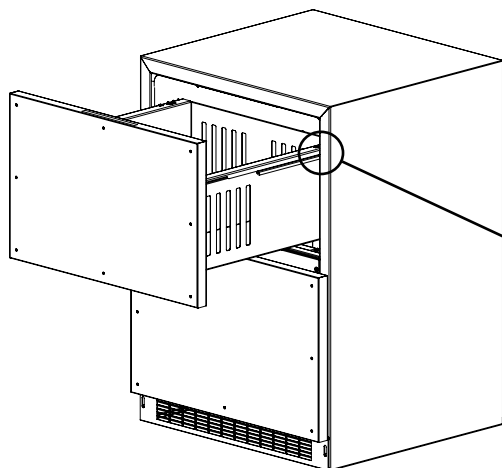
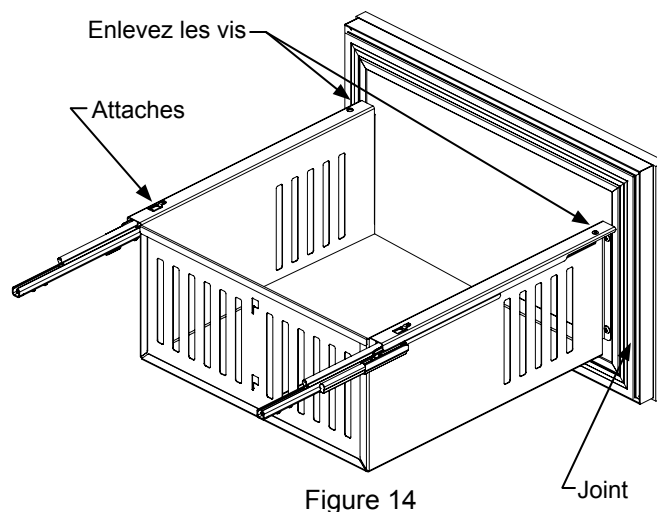

Figure 13
Figure 14
1. Commencez par tirer le tiroir du haut (Voyez la Figure 13). Enlevez les vis fixant le tiroir aux glissières (Voyez la Figure 14). Tirez le tiroir vers l'avant, faites-le pivoter vers le haut en le sortant pour dégager les attaches à l'arrière du tiroir. Déplacez le tiroir vers l'avant d'environ 1" (2,5 cm) et posez-le sur les glissières. À l'angle arrière droit du tiroir débranchez le faisceau de fils d'éclairage (Voyez la Figure 13a). Sortez le tiroir du meuble en le soulevant hors des glissières. Recommencez la séquence pour le tiroir du bas en omettant les instructions sur le faisceau car il n'en comporte pas.
2. Retirez le séparateur de tiroir du tiroir du haut et enlevez le joint de l'avant du tiroir. (Voyez la Figure 14). Pour cela sortez-le du canal qui le retient sur l'avant du tiroir. Cela va exposer les trous de traversée pour le montage du panneau de revêtement (Voyez la Figure 18).